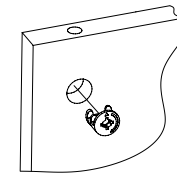

Рис.2
- Вставить головки минификсов в соответствующие плоскостные отверстия крышки 1, царги 7, 8, опор 10 и 11 (Рис. 2).